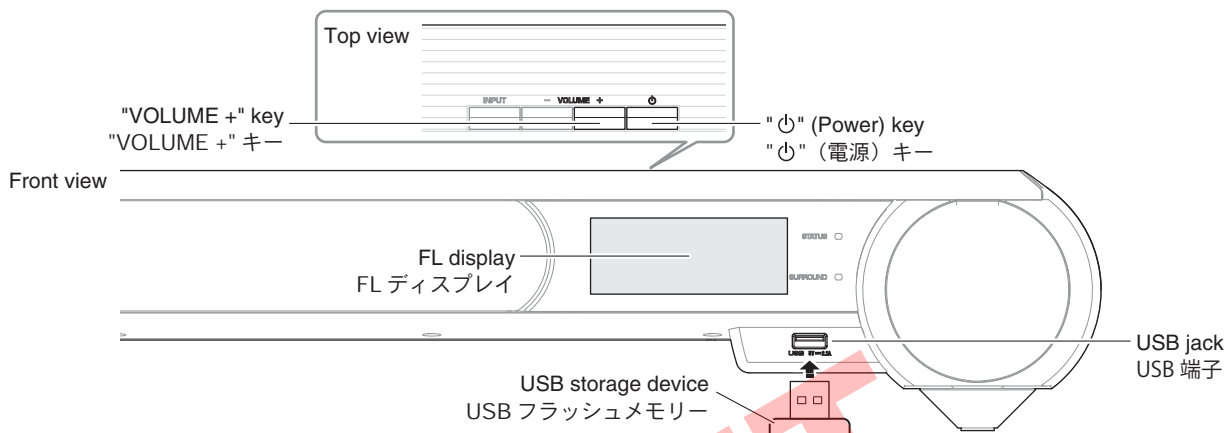

Fig. 1
1. Insert the USB storage device to the USB jack. (Fig. 1)
2. While pressing the "VOLUME +" key, connect the power cable to the AC outlet. (Fig. 1)
1. USB 端子に USB フラッシュメモリーを差し込みます。(Fig. 1)
2. "VOLUME +" キーを押しながら、電源コードを AC コンセントに接続します。(Fig. 1)
6. Remove the USB storage device from the USB jack. (Fig. 1)
6. USB 端子から USB フラッシュメモリーを抜きます。(Fig. 1)